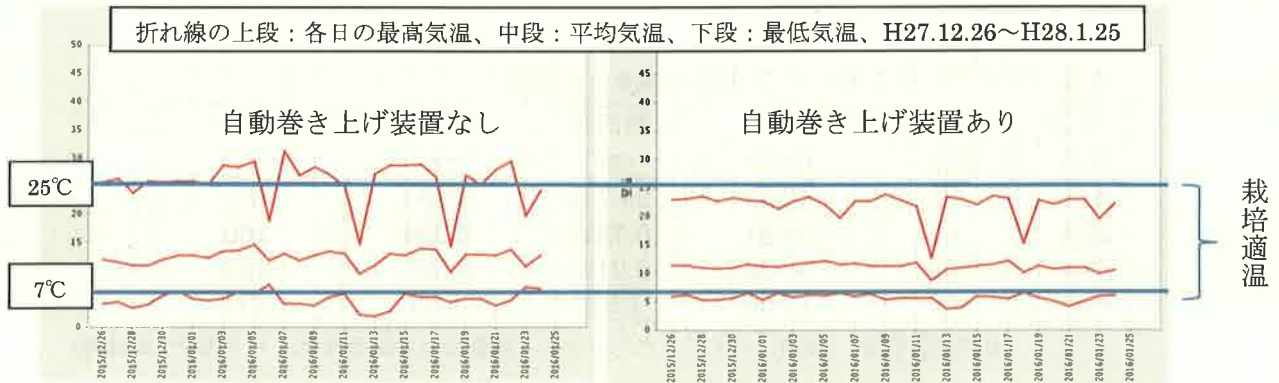

図 11 いちごハウスのベッド面から 25cm の高さの気温
1) 「側面自動巻き上げ装置」は省力以外にもハウス内環境を作物の生育に最適な状態に保つために有効です (図 11)。雨天センサーを付けると、風雨が強い場合には気温が高くて側窓が開かないので安心です。
「ハウス内環境測定装置」は気温、湿度、照度、炭酸ガス濃度などを継時的に測定してグラフで表示できます (上記図 11)。1 日のハウス内環境変化の流れを把握し、栽培に適した環境に管理することで、収量・品質の向上が期待されます。また、データの蓄積により、過去と現在のハウス環境を比較して、栽培に適した環境への改善、栽培管理の見直しにも活用できます。さらに、詳細なデータが得られるため、台風時のハウス閉めきりによる高温や、降雪時の低温などによる生育障害の原因究明にも活用できます。